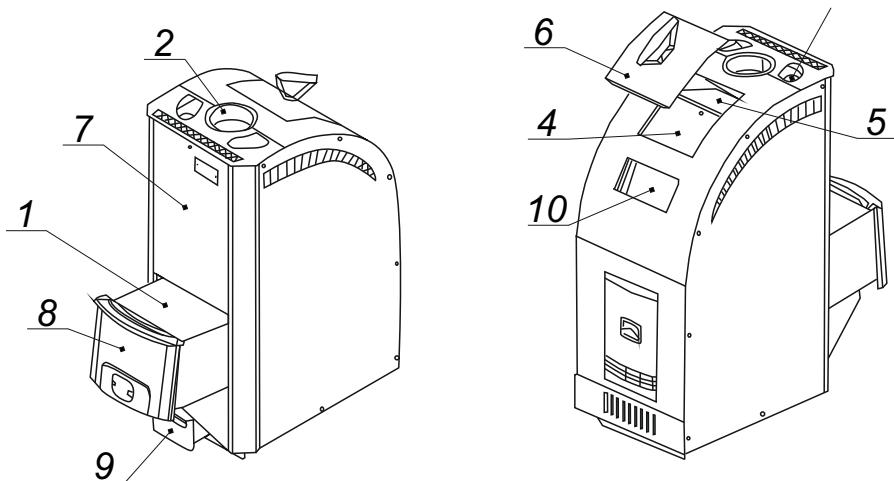

Рис.1 Конструкция печи-каменки «Лагуна»
Дверца топливного канала (8) рис.1 исполняется в двух взаимозаменяемых вариантах. Зеркальная дверца оригинального дизайна со свойством самоохлаждения наружной панели легко заменяется на дверцу со светопрозрачным экраном из жаростойкого стекла SCHOTT ROBAX®, который позволяет визуально контролировать горение. Так как топливный канал выполнен под наклоном то дверца всегда будет плотно закрыта тем самым исключая дымление печи.
Дверца печи с укороченным топливным каналом (7) рис. 1б снабжена ручкой с системой запирания.
Панорамная дверца печи (8) рис. 1а и лицевой профиль (11) рис. 1а поставляются отдельно.
Рис.1а Конструкция печи-каменки «Лагуна Панорама»
Рис.1б Конструкция печи-каменки «Лагуна ТУ»